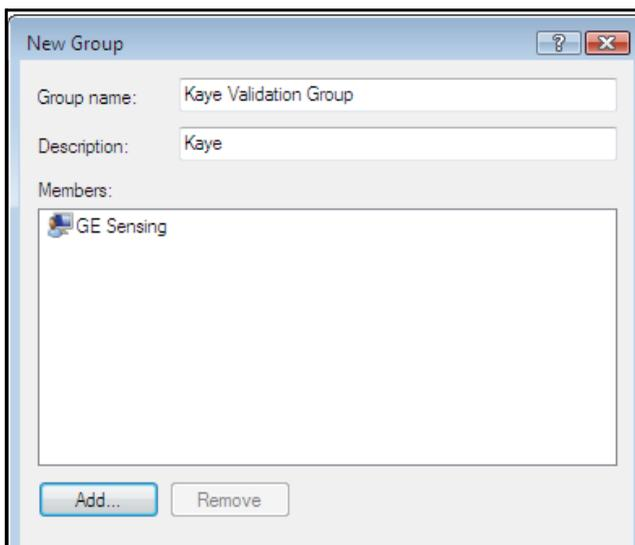

图 109: 在新用户组窗口创建的新组
8. 在新用户组窗口 (如下图 109 所示), 点击 **Create**, 然后关闭窗口.